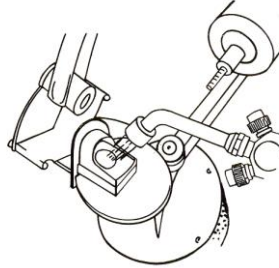

Figura 3 – Esquema do local onde o anel deve ser colocado na centrífuga.
10. Mantendo a chama sobre a liga, assim que esta estiver ficando ao rubro, o anel é retirado do forno com a pinça apropriada e colocado com cuidado na cunha (Figura 3), com a base formadora do cadinho voltado para o cadinho (a liga deve permanecer fundida o mínimo tempo necessário, para evitar que se oxide excessivamente);